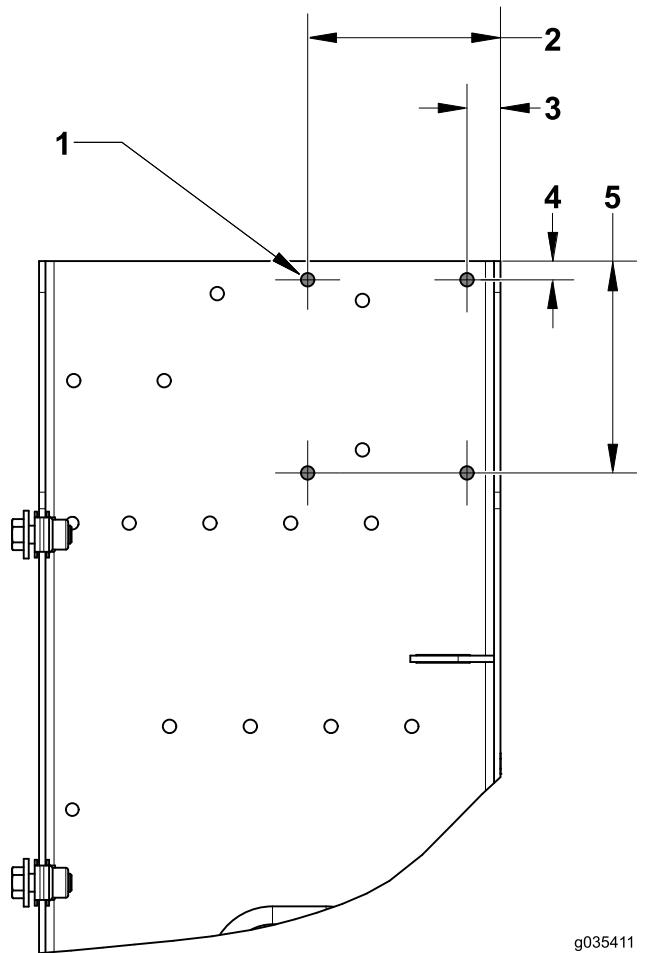

Figure 7
3. Localisez et repérez les trous suivants de l'émetteur (Figure 7).